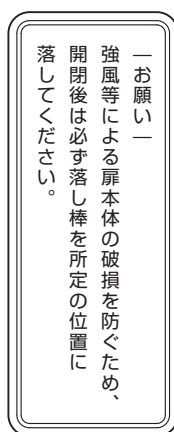

図2-2 注意シール
- 注意シールは通常使用時に見やすい面に配置してください。（図2-2参照）
- 両開閉仕様の場合は、閉めた際に落し棒を落とす必要がありませんので、注意シールを貼らないでください。（図2-2参照）